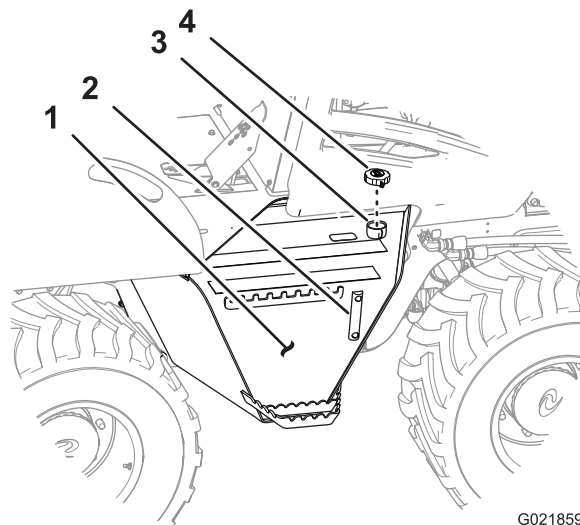

Bild 91
3. Nehmen Sie den Fülldeckel bzw. Entlüfter vom Einfüllstutzen ab (Bild 91).